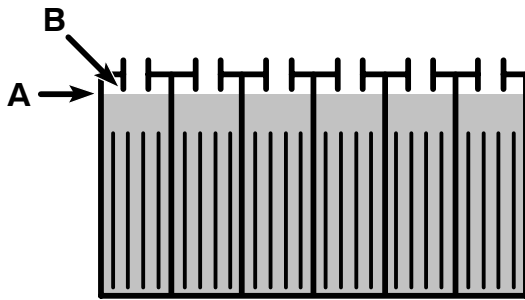

FIG. 42
3. Après la mise en charge des batteries, vérifiez le niveau d'électrolyte (A) **dans chaque élément de batterie**. Le niveau doit se trouver environ à 1 cm (3/8 in) du bord inférieur de l'orifice de remplissage (B). Ajoutez de l'eau distillée si nécessaire (Figure 42). **NE REMPLISSEZ PAS TROP.**